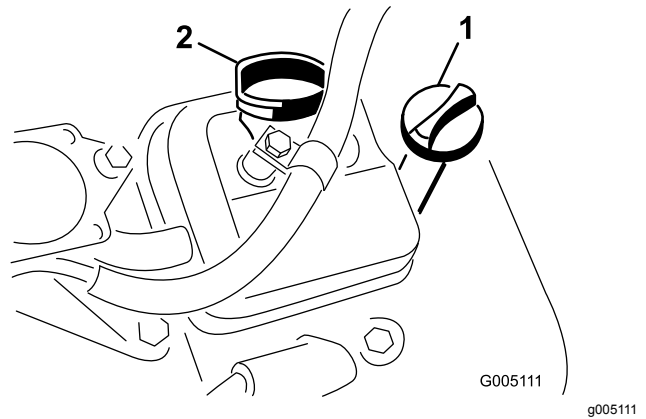

Bild 33
3. Führen Sie den Peilstab in den Füllstutzen wieder ein und schrauben Sie den Peilstab auf den Füllstutzen auf (Bild 33).